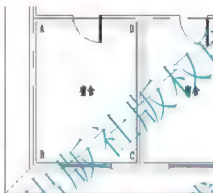

图 3.64 测量宿舍的角点 A
(1) 执行菜单栏中的【工具】|【查询】|【面积】命令(快捷键 AREA), 启动【查询面积】命令。
(2) 在指定第一个角点或[对象(O)/加(+) /减(-)]: 提示下, 打开【对象捕捉】功能, 单击如图 3.64 所示的 A 点作为被测量区域的第一个角点。
(3) 在指定下一个角点或按 Enter 键全选: 提示下, 依次单击图 3.64 所示的 B、C、D 点作为被测量区域的其他 3 个角点。
(4) 按 Enter 键结束命令, 这样就测量出 A、B、C、D 这 4 点所围合区域的面积。
(1) 执行菜单栏中的【工具】|【查询】|【距离】命令(快捷键 DI), 启动【查询距离】命令。
(2) 在指定第一点: 提示下, 捕捉图 3.64 中的 B 点作为测量距离的第一点。
(3) 在指定第二点: 提示下, 捕捉图 3.64 中的 C 点作为测量距离的第二点。